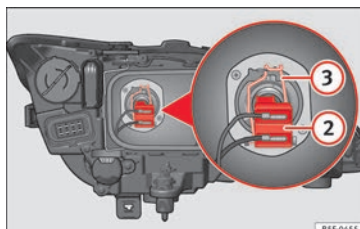

Fig. 206 Médios.
- Retirar o conector » Fig. 206 ② da lâmpada.
- Desengate a mola de fixação » Fig. 206 ③ pressionando-a para dentro e para a direita